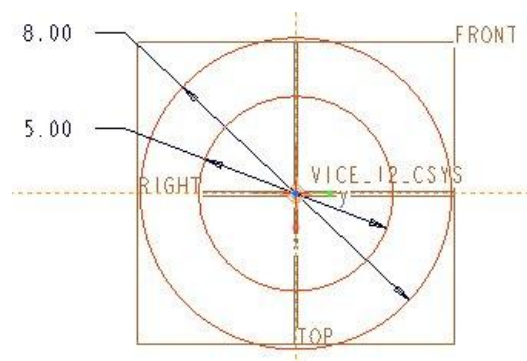

図 7-68 同心円と直径の定義
- ・内側の円の直径を 5mm, 外側の円の直径を 8mm にする (図 7-68 参照)。